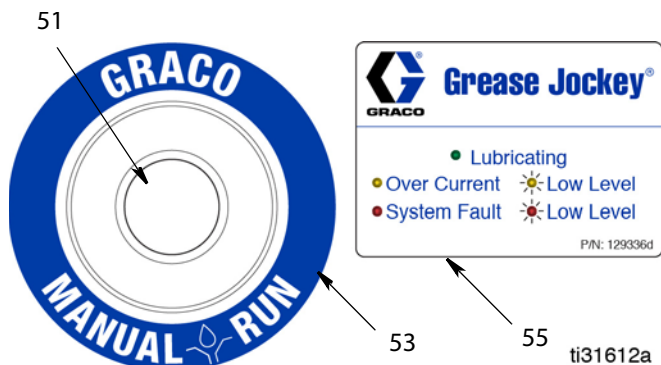

Рис.16
4. Очистите поверхность вокруг внешнего края кнопки (1). Расположите этикетку (53) вокруг кнопки и наклейте (Рис.16).